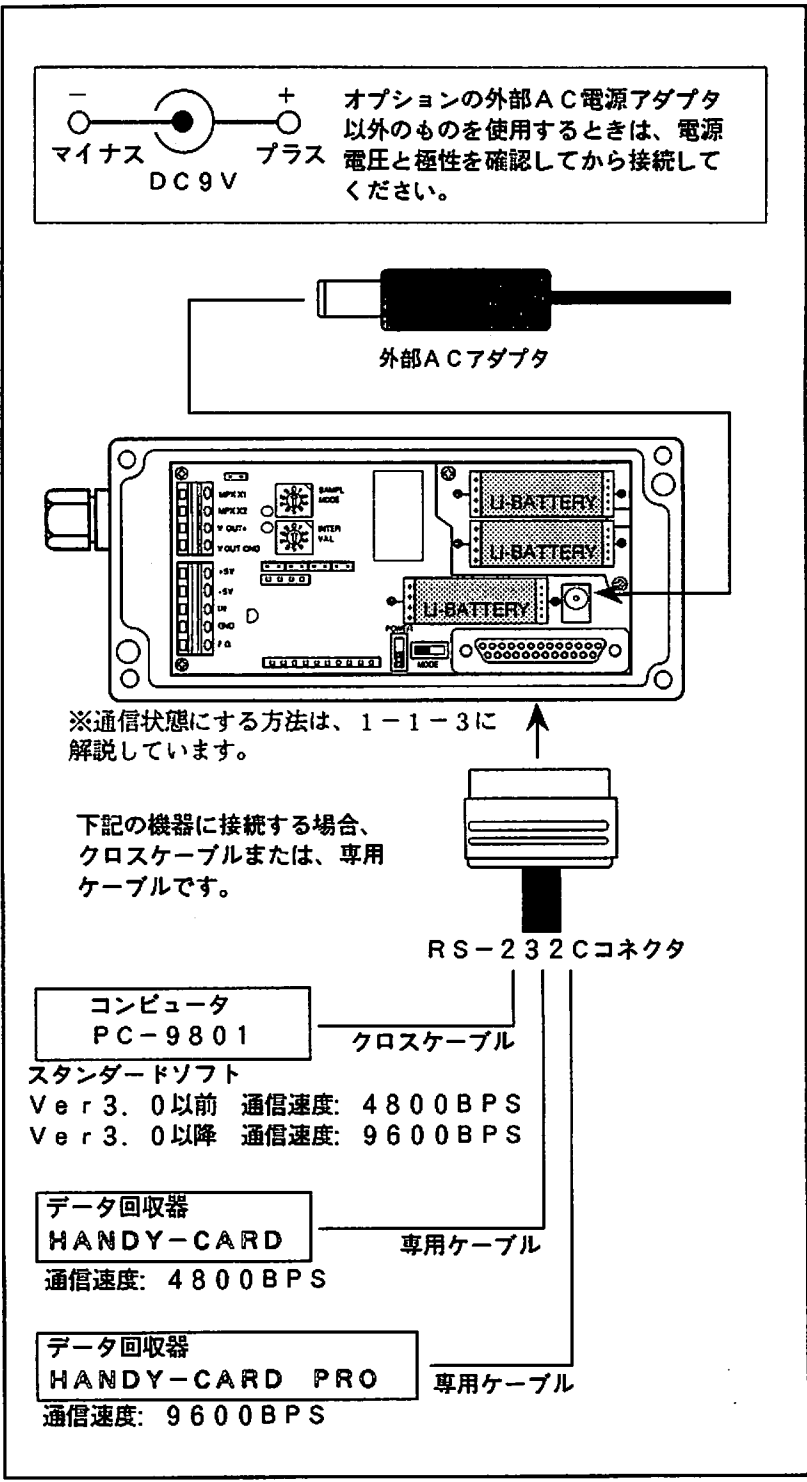

図1-3. 周辺機器接続図
- 1) オプションの外部AC電源アダプタを図1-3の様に接続してください。